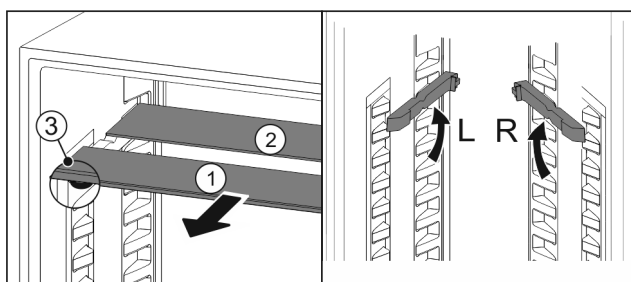

Fig. 52
- ▶ Wyciągnąć Fig. 52 (1) pojedynczo półki szklane do przodu.
- ▷ Płyta szklana Fig. 52 (1) z listwą ozdobną znajduje się z przodu.
- ▷ Stopery Fig. 52 (3) wskazują w dół.